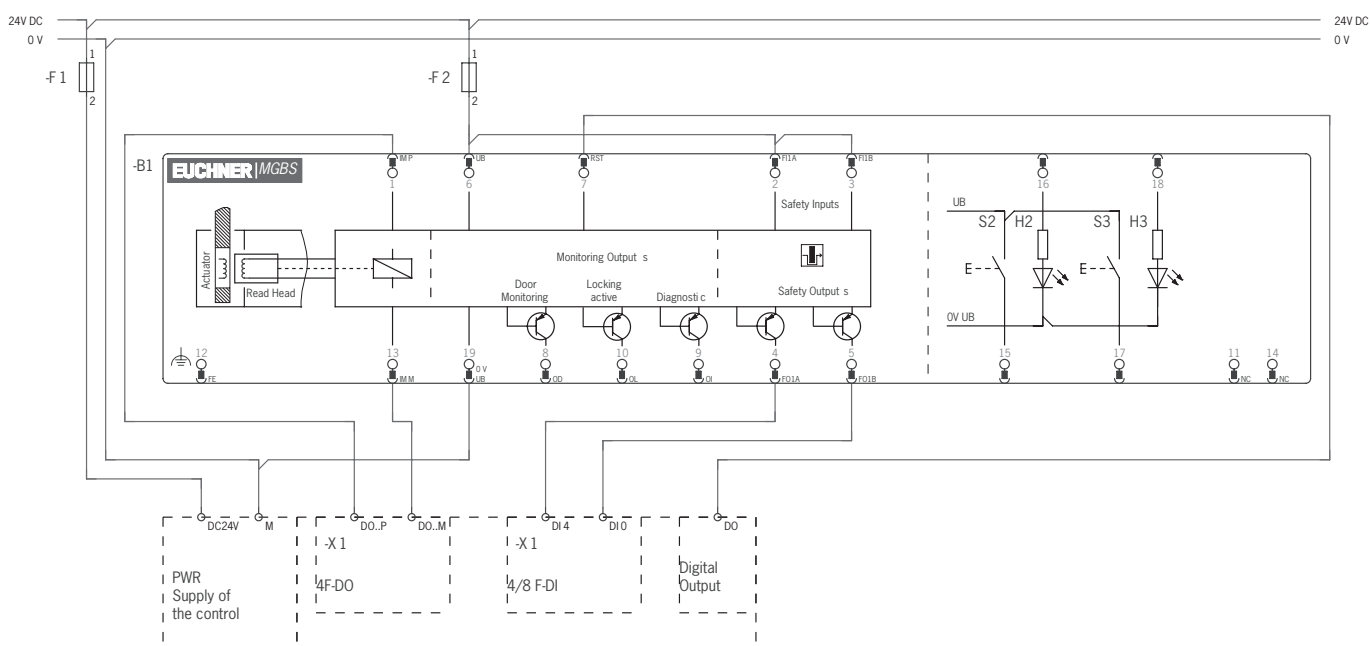

Fig. 7: Esempio per il collegamento su ET200
- ▶ Con il comando a due canali della tensione del magnete attraverso le uscite sicure di un sistema di controllo, tener conto dei seguenti punti (vedere anche la Fig. 7 a pagina 31):